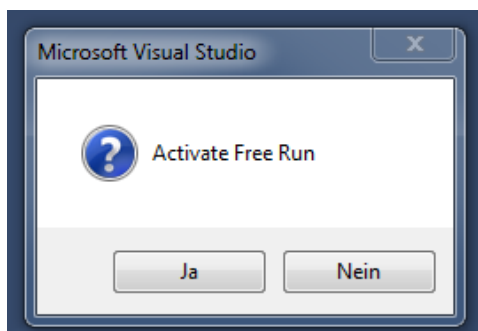
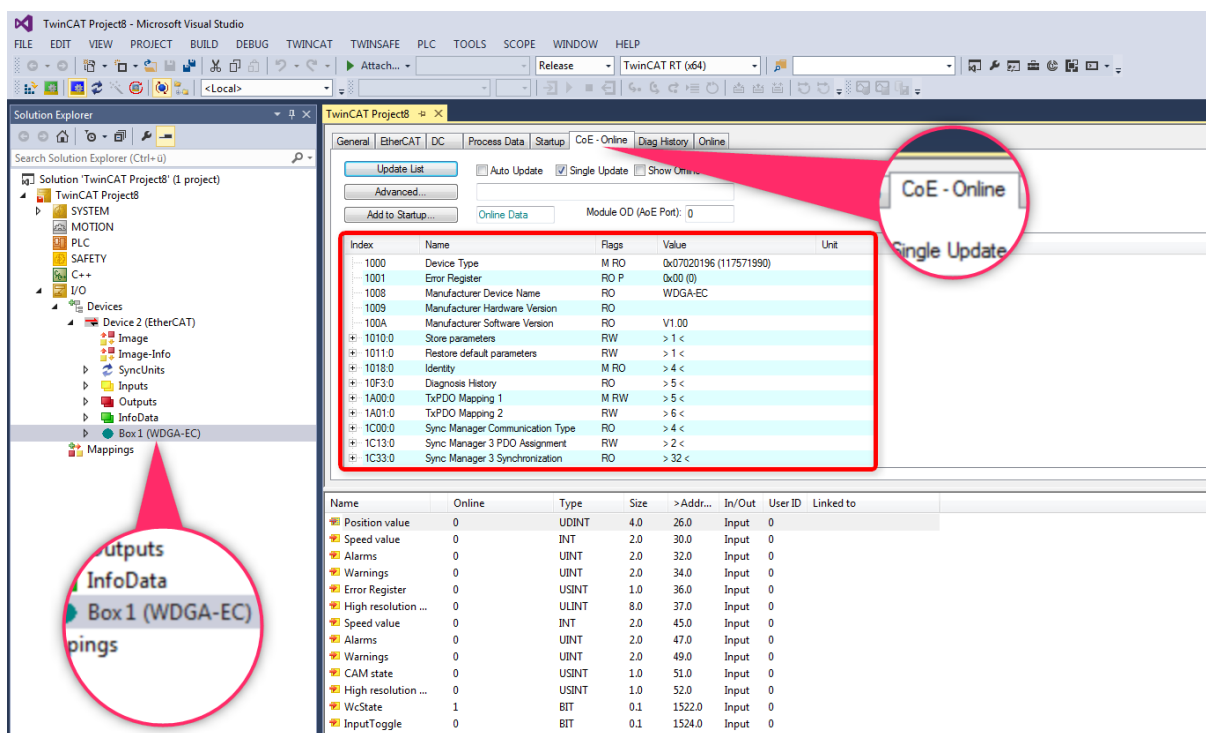

Abbildung 6.5: TwinCAT - Activate Free Run
Abbildung 6.6: TwinCAT – Scan abgeschlossen
- Sobald der Scan abgeschlossen ist, bestätigen Sie das folgende Fenster mit „Ja“. (s. Abbildung 6.5) Der Drehgeber erscheint in der Baumstruktur und Sie können über den Reiter CoE auf die Prozessdaten zugreifen. (s. Abbildung 6.6)